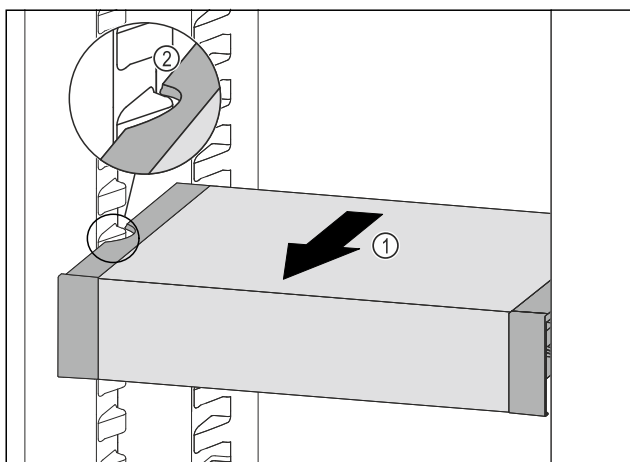

Fig. 176
- Táhněte VarioSafe dopředu Fig. 176 (1), dokud nebudou boční vybrání VarioSafe na úrovni žebrování na nádoby v chladničce. Fig. 176 (2)